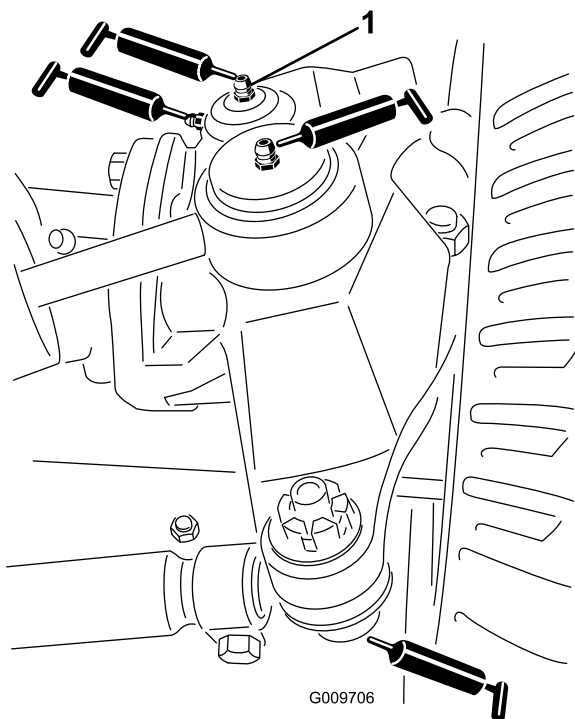

图 40
- 转向油缸球窝接头2个如图40所示
- 横拉杆球窝接头2个如图40所示
- 主销轴套2个如图40所示